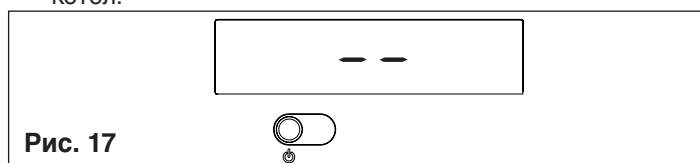

Рис. 17
- ⚠ При повторном включении котел вернется в то состояние, в котором он находился перед отключением: если котел находился в режиме «зима комфорт» в момент выключения, то при включении он снова окажется в режиме «зима комфорт». Если он находился в состоянии OFF (выкл), то в центре дисплея будут отображаться две черточки (рис. 17). Нажмите кнопку чтобы включить котел.
Если вы отсутствуете непродолжительное время, нажмите кнопку , чтобы отключить котел. В центральной части дисплея загорятся две черточки (рис. 17). При этом электрическое питание останется включенным и останется открытой подача топлива, а котел будет под защитой следующих систем:
Если вы будете отсутствовать длительное время, нажмите кнопку , чтобы отключить котел. В центральной части дисплея загорятся две черточки (рис. 17). Установите главный выключатель системы в положение «выключено». Закройте газовый кран, расположенный под котлом, повернув его по часовой стрелке (рис. 25).